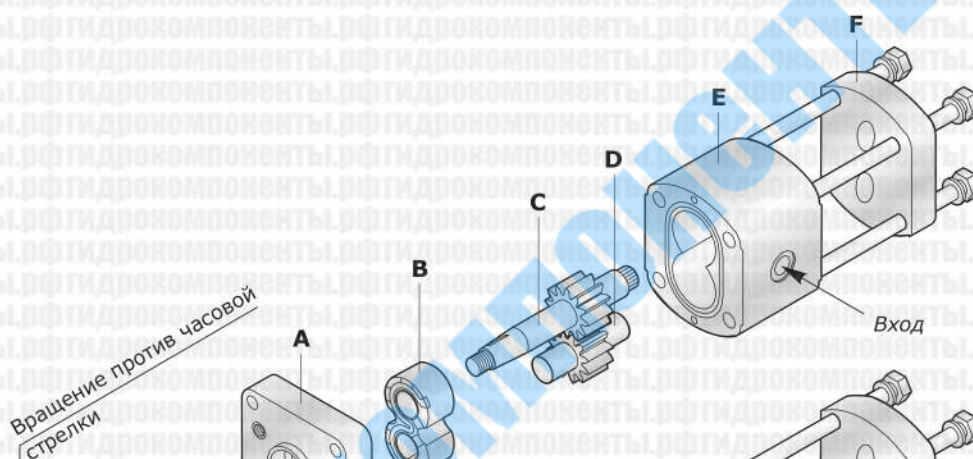

Рис. 1
- Разберите насос в соответствии с рис. 1.